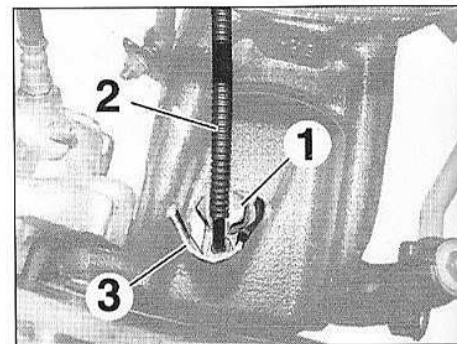

FIG.12
- la vis (1) (Fig.12),
- le capteur de roue (2),